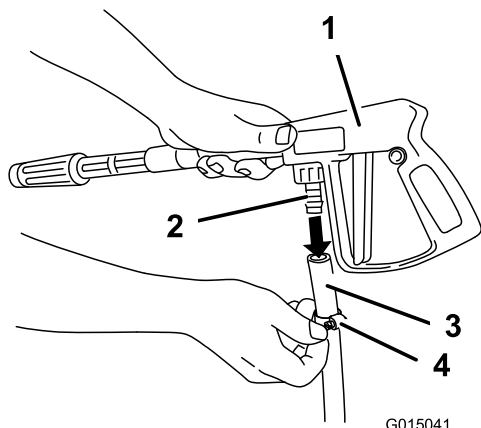

Bild 20
- Schließen Sie das freie Ende des langen Schlauches an die Armatur an der Spritzpistole an (Bild 20).